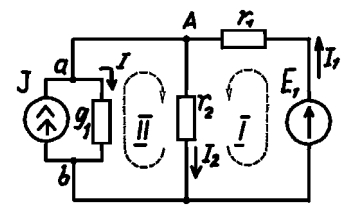

рис. 6
6. Коло **рис. 6** містить генератор струму з внутрішньою провідністю  $g_1=0,00005 \text{ См}$  і струмом  $J=80 \text{ мА}$  та джерело напруги з е.р.с.  $E_1=230 \text{ В}$ , опори  $r_1=1 \text{ кОм}$ ,  $r_2=2 \text{ кОм}$ . Визначити всі струми, перевірити баланс потужностей. Розв'язати завдання методом накладення. (8 оч.)